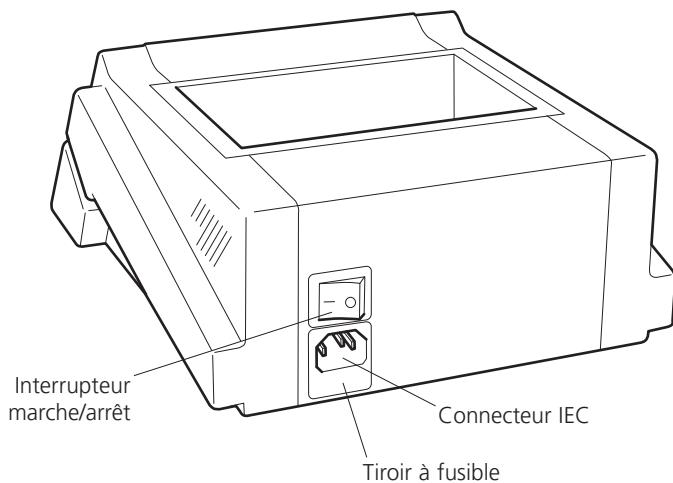

Figure 2: Vue arrière
1. Mettre sous tension à l'aide de l'interrupteur situé à l'arrière de l'instrument - voir figure 2.